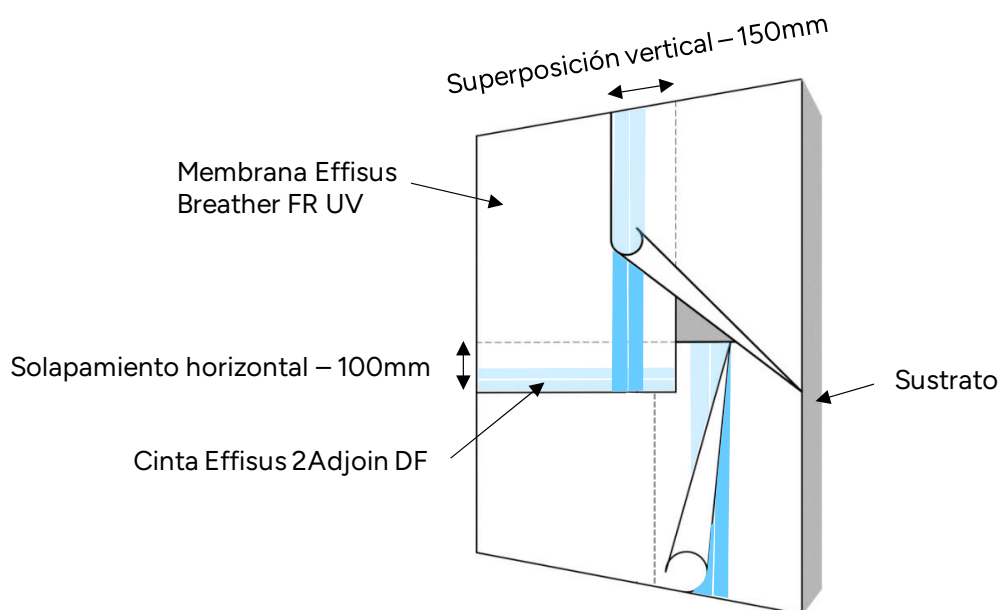

Figura 3: Membrana Effisus Breather FR UV: juntas solapadas.
- Las juntas verticales deben superponerse un mínimo de 150 mm y estar escalonadas o desplazadas siempre que sea posible (véase la figura 3).